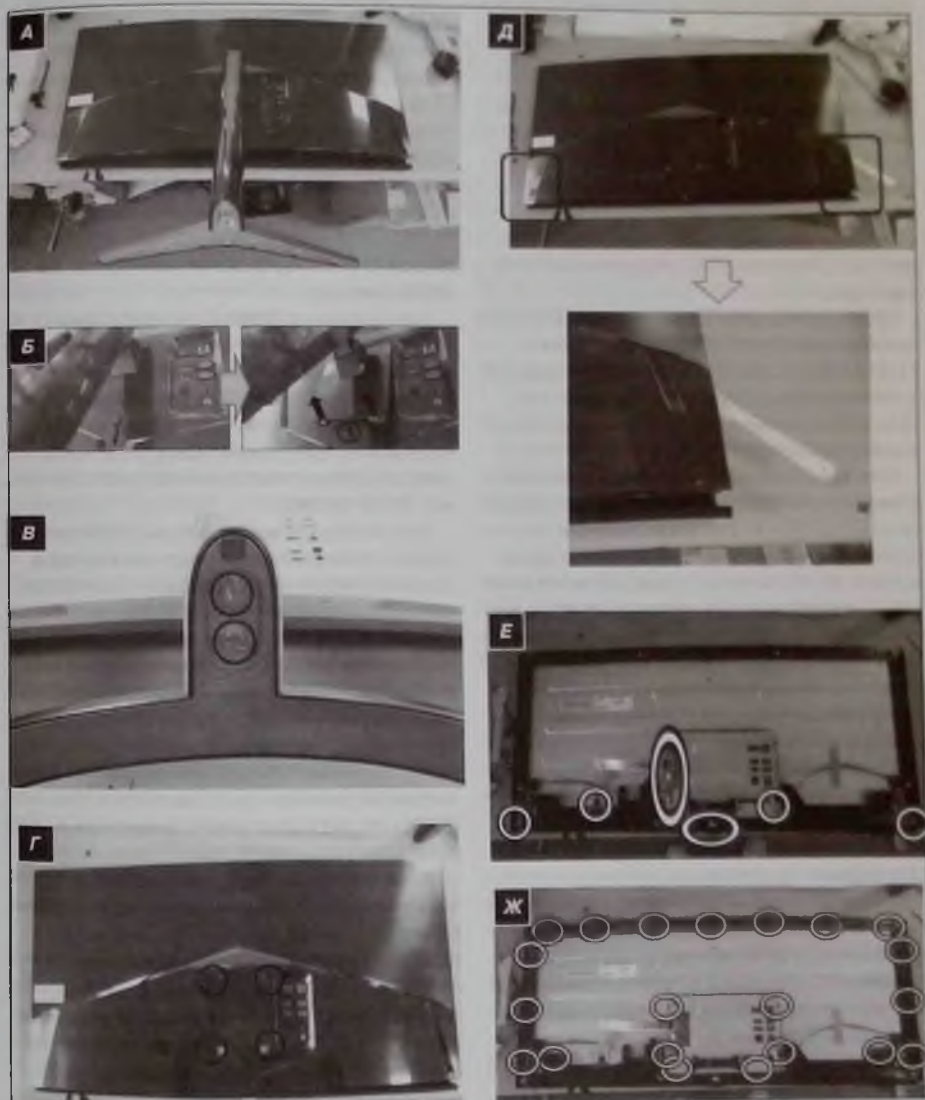

Рис. 11. Порядок разборки монитора
1. Укладывают монитор экраном вниз на изогнутый «блокнот» (рис. 11а).
2. Снимают подставку в направлении толстых стрелок, после того как отжимают вниз показанную тонкой стрелкой и обведенную кружком кнопку (рис. 11б).
3. Разблокируют два винта с накатанными головками, которые показаны (обведены кружками) на рис. 11в.
4. Отворачивают четыре винта, которые показаны кружками на рис. 11г.
5. Снимают заднюю крышку с помощью кондуктора, как это показано на рис. 11д.
6. Отсоединяют все кабели подключения светодиодных линеек, джойстика с кнопками управления, E-Dp (LVDS) и динамических громкоговорителей, как это показано на рис. 11е в кружках и овалах.
7. Отворачивают 17 винтов, показанных на рис. 11ж в кружках, и снимают экран.